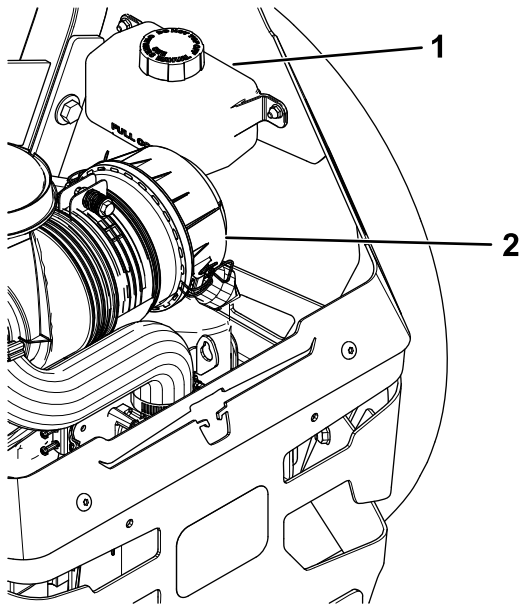

Bild 71
2. Prüfen Sie das Ausdehnungsgefäß und füllen Sie ggf. Hydrauliköl der Sorte Toro® HYPR-OIL™ 500 bis zur Markierung FULL COLD auf (Bild 71).